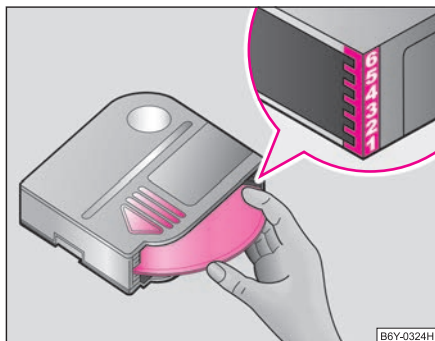

Fig. 130 Încărcarea CD-urilor în schimbător
- Introduceți magazia cu săgeata în sus ⇒ pagina 142, fig. 130. Vârful săgeții de pe magazia trebuie să fie îndreptat înspre gura magaziei.
- Țineți magazia cu săgeata în sus ⇒ fig. 130.
- Introduceți **CD-urile cu partea înregistrată în jos**, pe rând în magazie; se emite un zgomot specific de fixare. Observați în partea dreaptă a magazinei, ordinea introducerii CD-urilor ⇒ fig. 130.